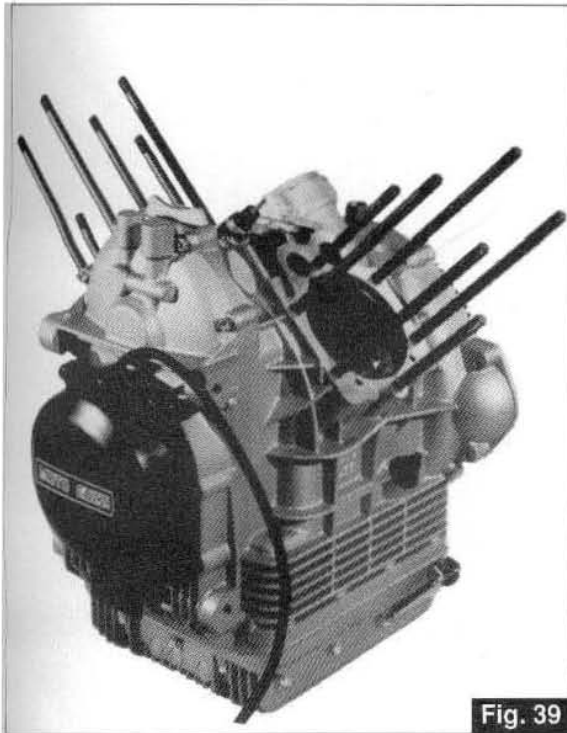

Fig. 39
- Répétez les mêmes opérations de démontage également pour le cylindre droit (Fig. 39).
- Die gleichen Ausbaurbeiten auch beim rechten Zylinder (Abb. 39) wiederholen.